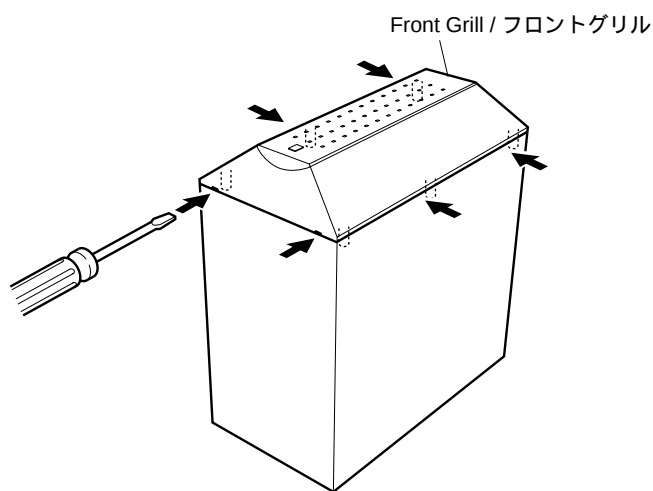

Fig. 1
- 底側からマイナスドライバー等を差し込み、フロントグリルを押し上げます。(Fig. 1)
① のネジ 14 本を外し、リアパネルを取り出します。